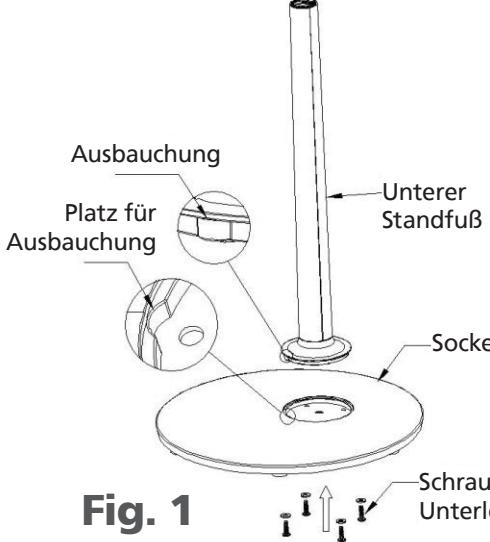

Fig. 1
- Stecken Sie den unteren Standfuß in die dafür vorgesehene Öffnung im Sockel. Befestigen Sie den Fuß mit 4 Schrauben am Sockel (Fig. 1).